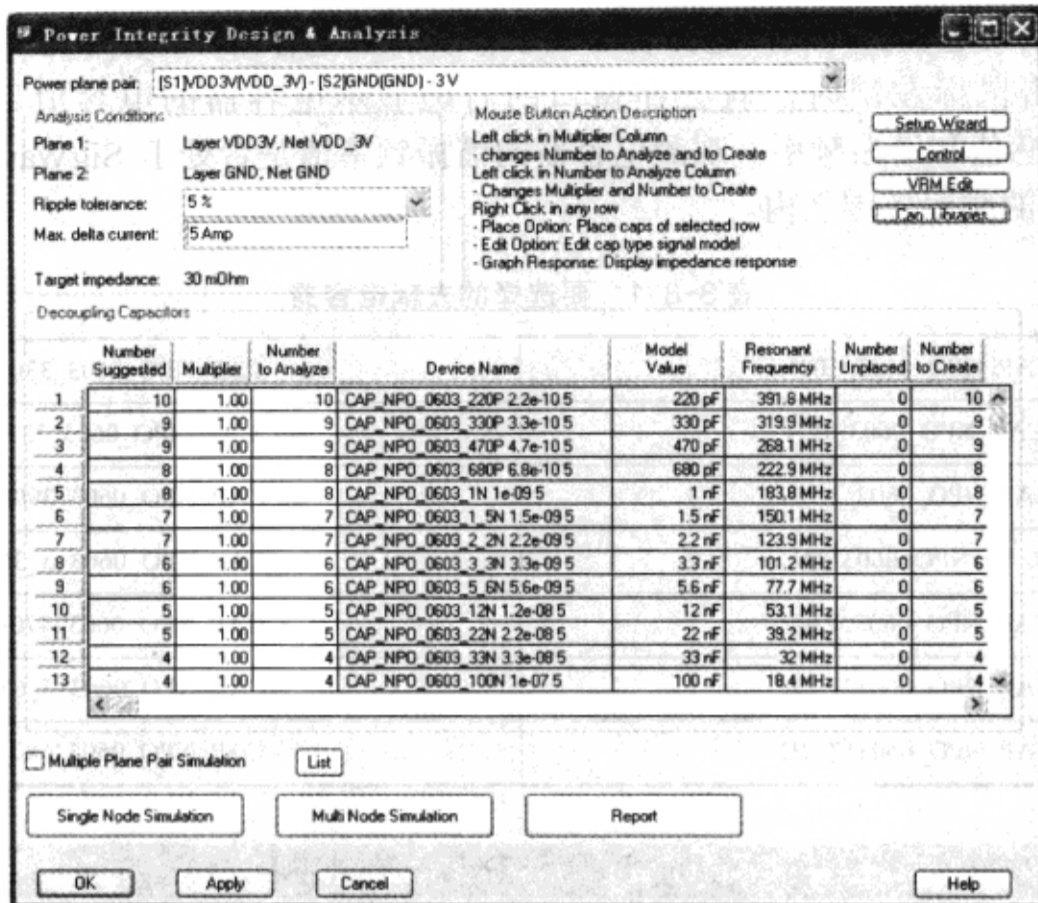

图 8-8-68 “Power Integrity Design & Analysis” 对话框
(14) 在“Power Integrity Setup Wizard-Library Setup”对话框中单击“OK”按钮，显示“Power Integrity Design & Analysis”对话框，如图 8-8-68 所示。